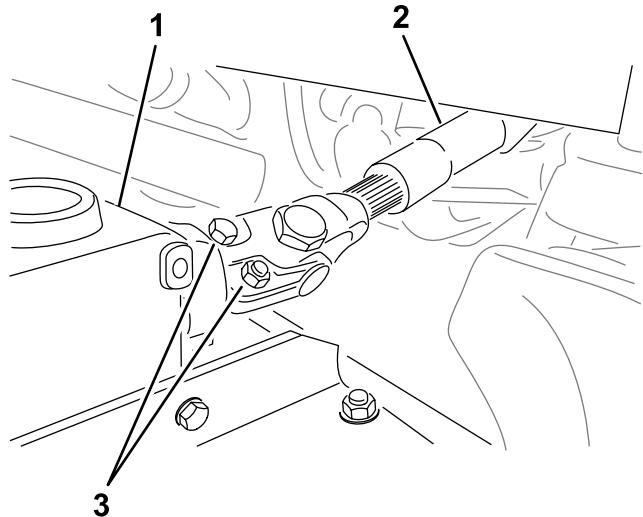

Bild 4
3. Schieben Sie das Zapfwellenjoch auf die Getriebewelle und sichern Sie die Wellen gegenläufig mit zwei Schrauben und Muttern (Bild 4).
4. Ziehen Sie die Schrauben und Muttern (Bild 4) an; die Drehmomentspezifikationen finden Sie in der *Bedienungsanleitung* der Maschine.